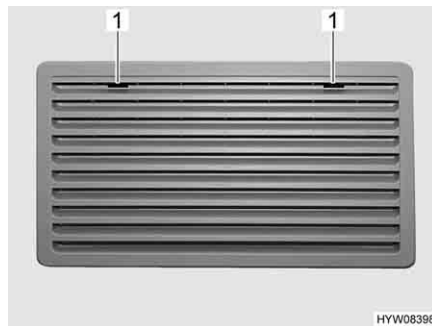
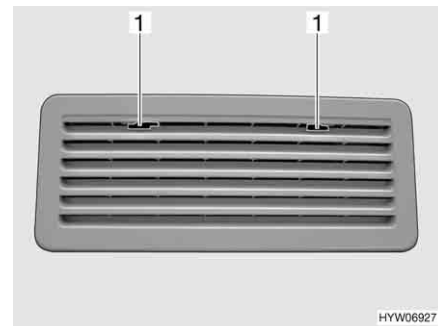

Fig. 232 Rejilla de ventilación del frigorífico (Thetford grande)
Fig. 233 Rejilla de ventilación del frigorífico (Thetford pequeño)
- Deslizar el bloqueo (Fig. 232,1 ò Fig. 233,1) hacia el centro.